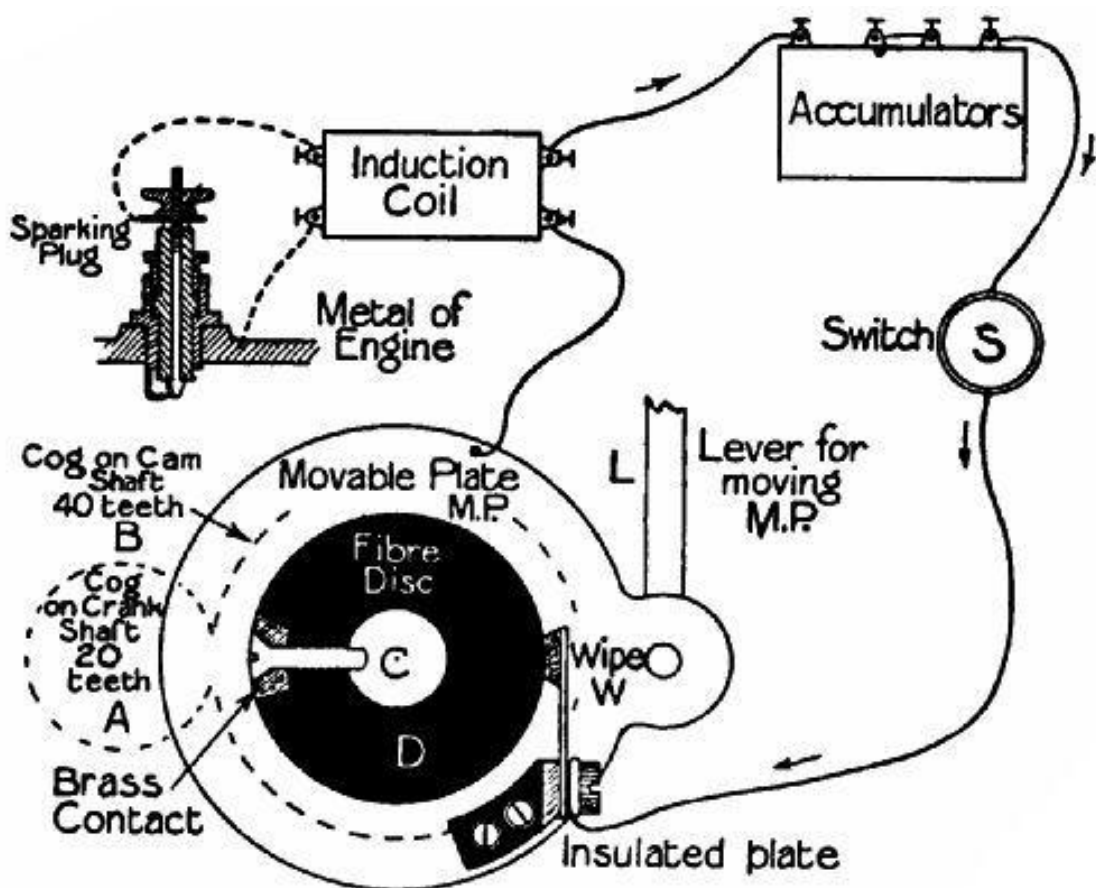

Рис. 45.Схема
Во всех бензиновых автомобилях теперь используется электрическое зажигание. Существует две основные системы — (1) с помощью аккумулятора и индукционной катушки; (2) *зажигание от магнетос* помощью небольшой динамо-машины, приводимой в действие двигателем. Общее устройство первого показано на рис. 45. Диск D из какого—либо изоляционного материала — волокна или вулканиста - установлен на кулачковом, или полуоборотном, валу. По окружности пропущен кусок латуни, называемый контактным элементом, через который винт проходит к распределительному валу. Подвижная пластина Mr, которая может вращаться концентрически с D по части окружности, несет блок "протирки" на конце пружины, которая прижимает ее к D. Сама пружина прикреплена к изолированной пластине. Когда вращение элемента D сближает салфетку и контакт, ток течет от аккумулятора через переключатель S к салфетке; через контактную деталь к C; от C к Mr и индукционной катушке; и обратно к аккумулятору. Это *первичная цепь, или цепь низкого напряжения*. Ток высокого напряжения индуцируется катушкой во *вторичной цепи*, обозначенной пунктирными линиями.^[10] В этой цепи находится свеча зажигания (см. рис. 46), имеющая центральный изолированный стержень, соединенный с одним выводом вторичной катушки. Между ним и изогнутым проводом, выступающим из железного корпуса вилки (контактирующим с другим выводом вторичной катушки через металл двигателя, к которому присоединен один провод цепи), есть небольшой зазор, через который перепрыгивает вторичный ток, когда первичный ток отключается компанией *wipe and contact parting company*. Искра очень горячая, и ее достаточно, чтобы воспламенить сжатый заряд в цилиндре.
Мы предположим, что положение *W* (на рис. 45) таково, что контакт соприкасается с *W* в тот момент, когда поршень только что завершил такт сжатия. Теперь фактическое сгорание заряда занимает значительное время, и при работе двигателя на высоких оборотах поршень должен был пройти некоторый путь вниз по цилиндру, прежде чем была достигнута полная сила взрыва. Но при поднятии рычага *L* положение *W* может быть изменено настолько, что контакт будет осуществляться слегка до завершения такта сжатия, так что заряд будет уже достаточно заряжен к тому времени, когда поршень изменит свое направление. Это называется *продвижением* искры.